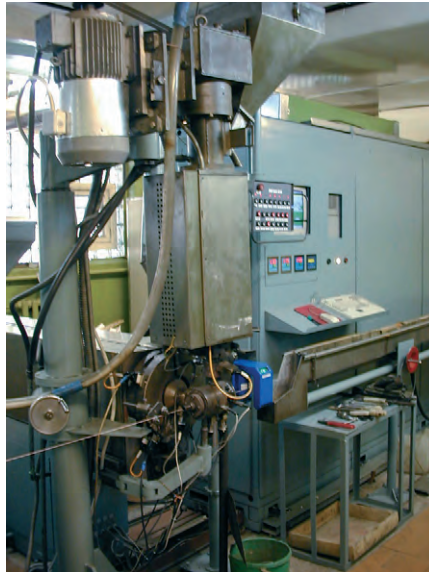

Рис. 3. Внешний вид рабочего места изолировщика двухшнековой экструзионной линии
- отображение на рабочем месте изолировщика (рис. 3) информации, позволяющей ему не только вести слежение за технологическим процессом, но и оперативно вмешиваться в него (при этом система должна обеспечивать иерархию прав доступа к изменению параметров технологического процесса);